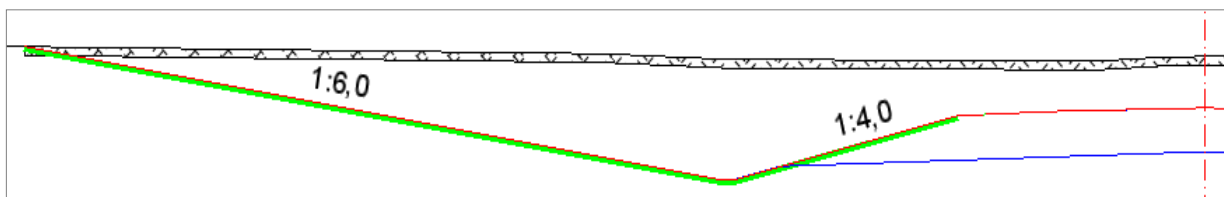

Рис. 18. Раскрытая выемка
- при глубине до 1 м – раскрытая выемка (крутизна откоса выемки 1:6) с кюветом стандартной ширины по дну 0,4 м (рис. 18);